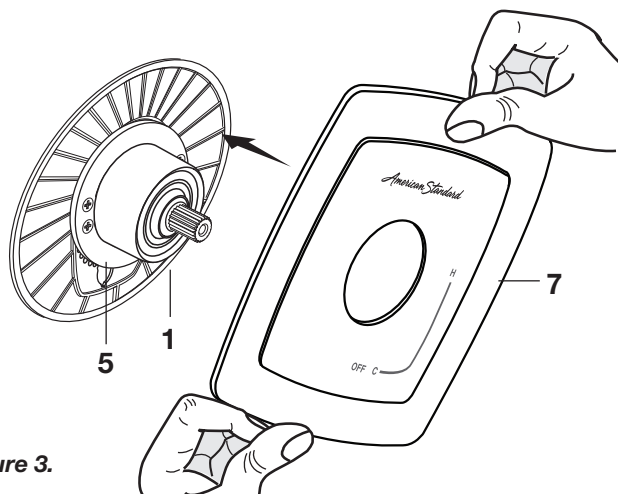

Figure 3.
- **Figure 3.** Installez L'ÉCUSSON (7) sur le CAPUCHON (1) et poussez jusqu'à ce qu'il soit de niveau avec le mur fini. L'ÉCUSSON (7) s'enclenchera sur le SUPPORT DE L'ÉCUSSON (5).